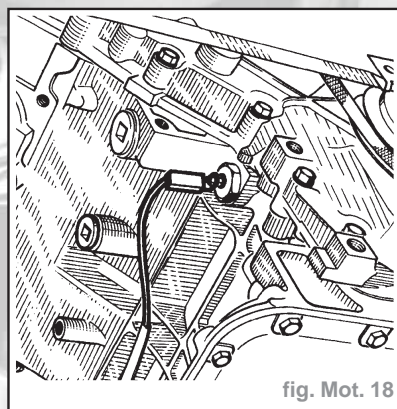

fig. Mot. 18
- Brancher le manomètre à la place du contacteur (fig. Mot. 18).